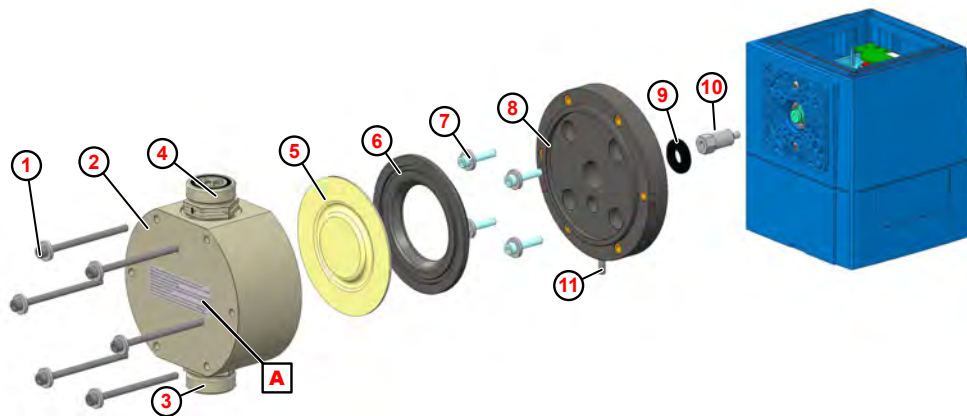

Abb. 105: Austausch von Pumpenkopf, Membrane und Schutzmembrane
1. Saug- und Druckventil (Abb. 105 , ③ und ④) abschrauben.
2. Pumpenkopfschrauben ① lösen und herausnehmen.
3. Pumpenkopf ② abnehmen.
4. Membrane ⑤ herausschrauben.
5. Zwischenplatte ⑥ abnehmen.
6. Halteschrauben für Adapterplatte ⑦ lösen und herausnehmen.
7. Adapterplatte ⑧ abnehmen.
8. Schutzmembrane ⑨ abziehen.
10. Adapterplatte so einlegen, dass Membranbruchauslauf ⑪ nach unten zeigt.